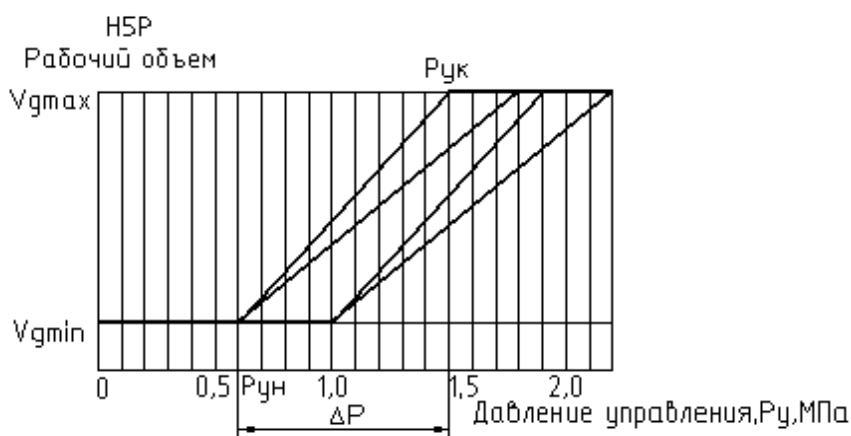

Рисунок 11 - График зависимости рабочего объема от давления.
- Диапазон $P_{yn}=0,6...1$ МПа, стандартное значение при заводской настройке $P_{yn}=0,6...0,8$ МПа, при этом диапазон изменения давления управления $\Delta P_y=0,9...1,2$ МПа, диапазон $P_{yk}=1,5...2$ МПа (см. рис.11).